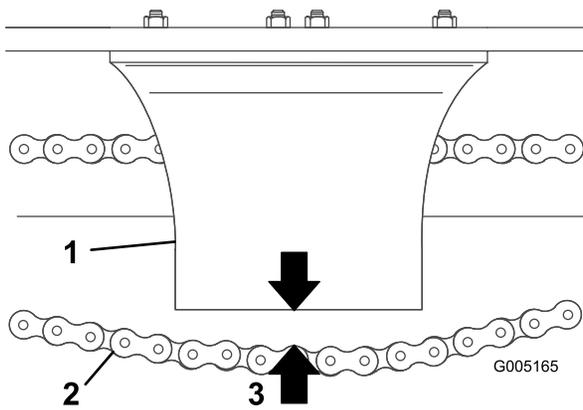

Figure 31
- Mesurez la distance entre le bas du carter de chaîne et le brin inférieur (Figure 31). Si la flèche de la chaîne n'est pas de 3,8 à 6,35 cm (1,5 à 2,5"), ajustez la tension (voir Réglage de la tension).
inférieur de la chaîne soit environ 3,8 à 6,35 cm (1,5 à 2,5") (Figure 31).